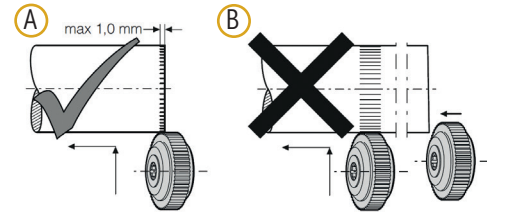

Fig. 7: ローレット開始位置
加工開始地点はワーク端面から1mm以内にしてください。X方向に食いつかせ10~15回転ドゥエルをとってからZ方向に移動させてください。(図7, A)
注意! ワークのX方向食いつかせずZ方向から加工したりワーク中間部から加工開始しないでください (図7, B)
正常に加工が行われると設定した加工深さに到達します。設定した深さに到達せず形状が不完全な場合は加工条件やワークの突き出し、ツールのセッティングを確認してください。理論上の最大加工深さ (1/2ピッチ) で設定すると図7の①のような形状になります。切込み深さが小さかったりワークが逃げると②のような形状になります。加工特性上ローレットの山の形状を制御することは難しいので①と②の間であれば問題ありません。